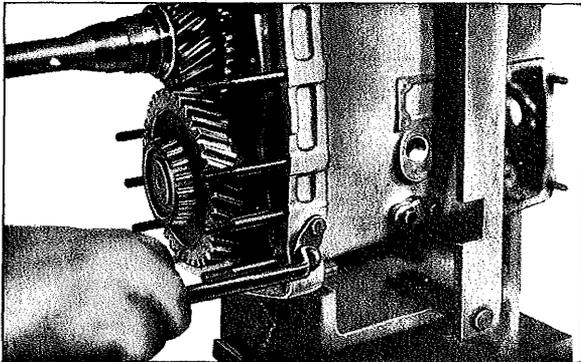

Fig. 12
8.1 Dévissez les vis à tête hexagonale (633) (fig. 12) et retirez du carter les axes d'articulation (605 et 615). Il est alors avantageux de faire basculer la boîte sur le chevallet de montage "1" de manière à ce que l'arbre menant soit orienté vers le haut et de guider un peu les fourchettes pour empêcher qu'elles ne se mettent de travers.